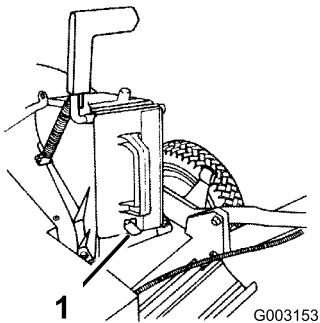

Figura 7
3. Spingete a fondo la chiusura finché non sentirete lo scatto della molla di serraggio, in fondo alla chiusura, a indicazione che la chiusura si è inserita saldamente nel canale di scarico (Figura 7).